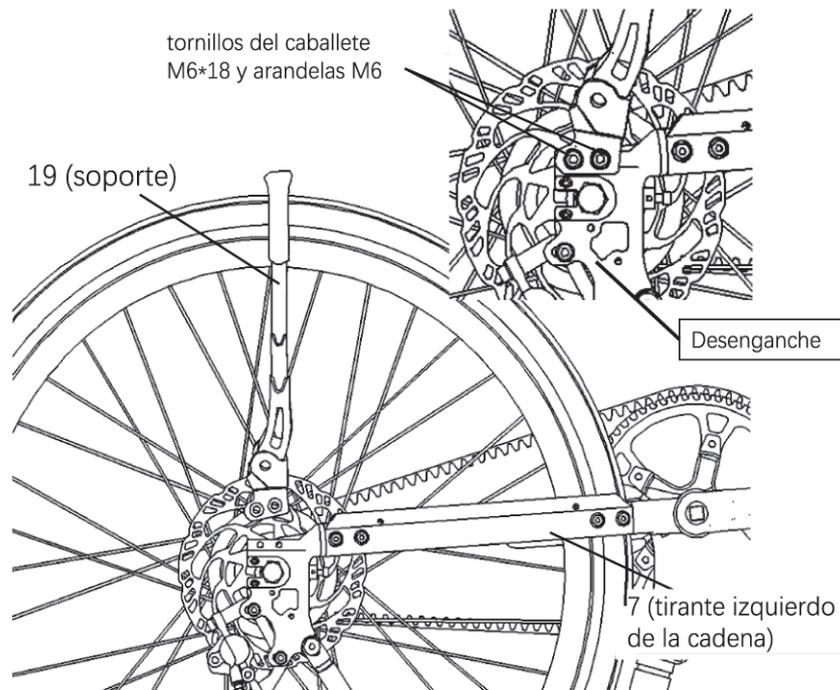

Figura 43: Fije el soporte en la pieza 7.
b. Utilizar una llave Allen de 5 mm para fijar la pieza 19 en la boquilla de la pieza 7, como se muestra en la Figura 43.